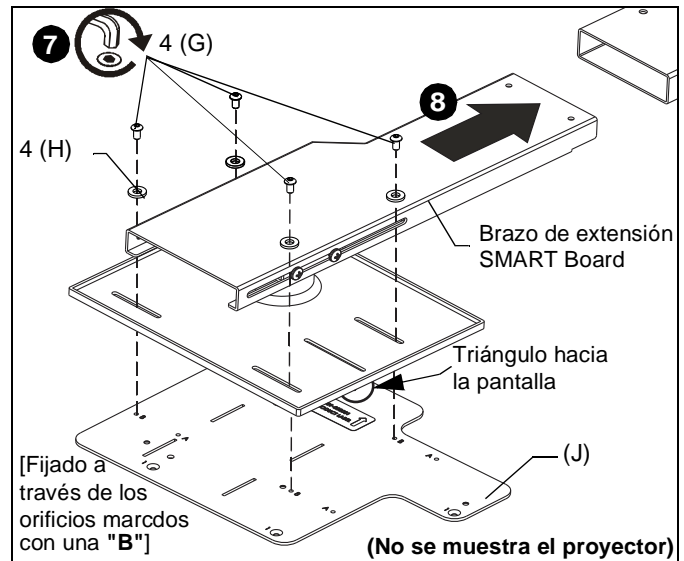

Figura 10
7. Fije el soporte de acoplamiento (J) con el proyector Epson al extremo del brazo de extensión SMART Board existente a través de los orificios de montaje marcados con una "B" utilizando cuatro tornillos de cabeza redonda M4 x 8 mm (G) y cuatro arandelas M4 (H). (Consulte la figura 10)
8. Deslice el brazo de extensión SMART Board en la ubicación correcta del soporte SMART Board según la extensión y el peso indicados en el modelo del proyector y el modelo del SMART Board, siguiendo la información de la Tabla 2. (Consulte la figura 10)